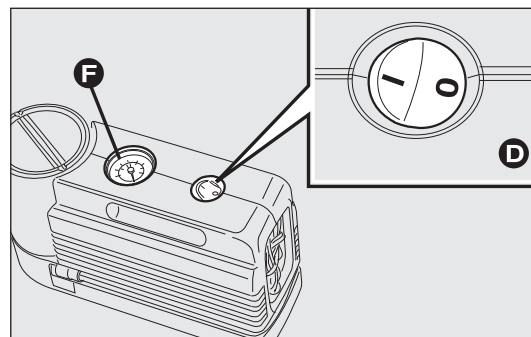
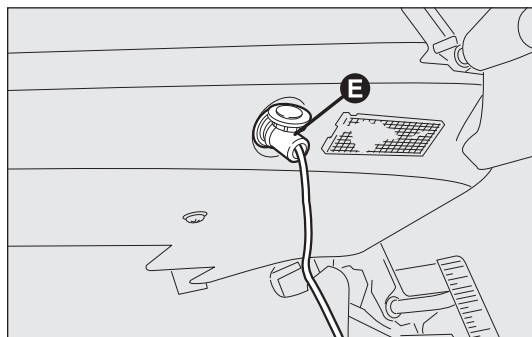

fig. 153
fig. 154
- s'assurer que l'interrupteur D-fig. 153 du compresseur est en position 0 (éteint), démarrer le moteur, insérer la goupille E-fig. 154 dans la prise de courant et actionner le compresseur en plaçant l'interrupteur D-fig. 153 en position I (allumé). Gonfler le pneu à la pression indiquée dans le paragraphe « Pression de gonflage » du chapitre « Données Techniques ».
Pour plus de précision dans la lecture, il est préférable de vérifier la valeur de la pression sur le manomètre F-fig. 153 avec le compresseur éteint ;